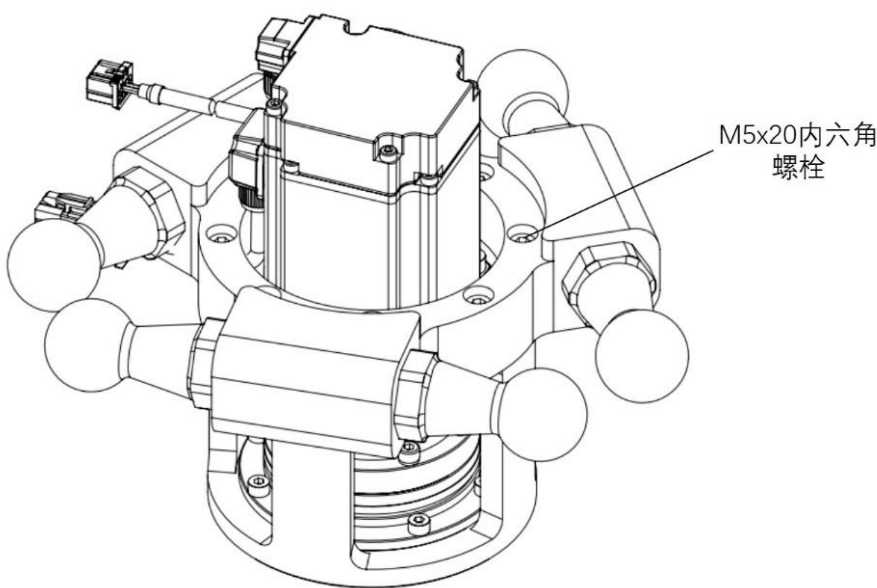

图 3-22 动平台减速机固定螺钉
- 步骤 2** 如图 3-22 所示，拆卸 8 个动平台减速机固定螺钉 M5x14。
步骤 9 如图 3-22，将电机整体穿过动平台，然后锁紧 8 颗 8 个动平台减速机固定螺钉 M5x14（需要涂螺纹胶），锁紧力矩 10N·m；